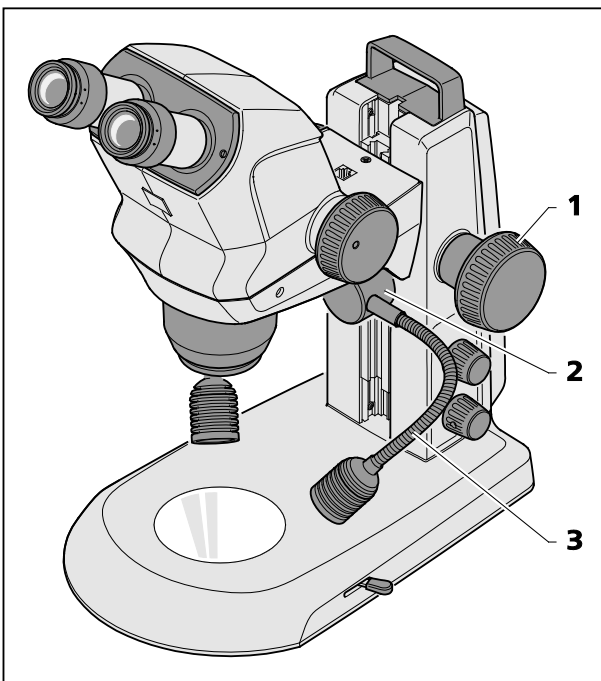

图 16 双点光源
- 通过对焦钮(图 16/1)将显微镜主机设定到最高位置。
- 将双点光源(图 16/2)移至所需高度。
- 通过弯曲两个鹅颈管(图 16/3)来设置照明器件,从而使物体达到最佳照明效果。